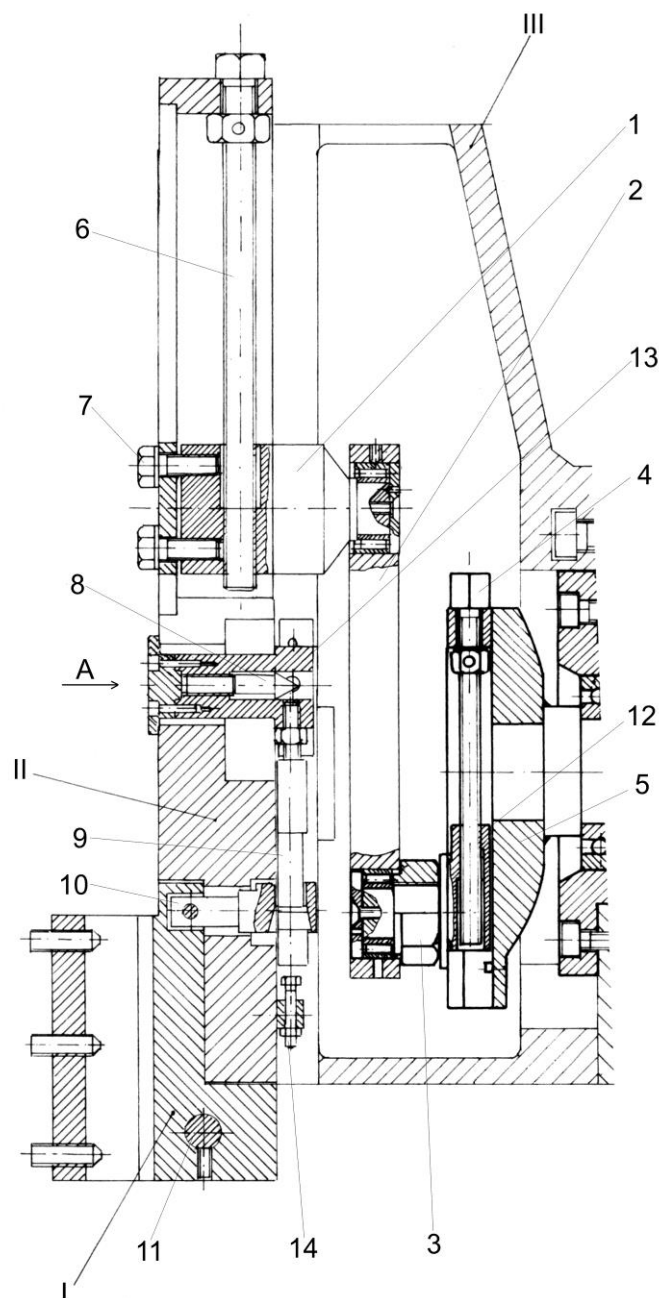

Abb. 15
Mit „310“ ist auf der Abb. 9 und II auf der Abb. 15 das Gleitstück der Maschine gekennzeichnet. Es führt Vor- und Rückwärtsbewegung aus und trägt den Messerhalter. Es ist präzise an die führenden Flächen des Kopfs angepasst. Sein Arbeitshub kann stufenlos von 0 bis 205 mm beim S200DR und 320 mm beim S315DR verstellt werden.
Die Vergrößerung und die Reduzierung des Hubs des Gleitstücks werden folgenderweise gemacht – Abb. 15.
1. Nehmen Sie den Schutzfenster, welches rechts des Kopfes sich befindet, ab. Mittels Joystick am Bedienpult drehen Sie die Kulissee 5, so dass die Mutter 3 aus der Abb. 15 gegenüber des Fensters stehen bleibt. Gleichzeitig mit dem Drücken des Joysticks in gegebener Richtung, drücken Sie auch die Eilgangstaste. Gegenfalls dreht sich die Kulissee nur max. 180°.
Dies geschieht folgenderweise – Abb. 15.
Mit „320“ ist auf der Abb. 9 den Messerhalter der Maschine gekennzeichnet. Auf der Abb. 15 ist er mit I gekennzeichnet. Der Messerhalter ist mit einem Abschlag versehen; bei Bewegung des Gleitstücks nach oben (keine Arbeitsbewegung) trennt sich das Messer von der Nutfläche, um nicht daran zu reiben.